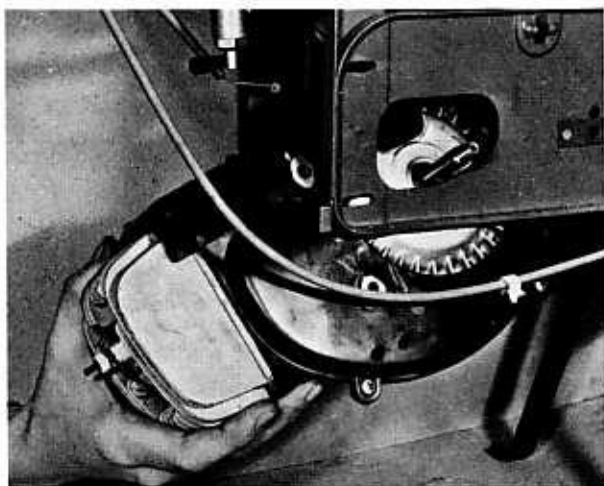

Bild 42
- Der Einbau erfolgt in umgekehrter Ausbaurihenfolge. Den Motor zwischen den beiden Trägern halten und den Kurbelwellenstumpf in die Rahmenöffnung an der linken Seite einführen (Bild 42). Die beiden langen vorderen Befestigungsschrauben einsetzen und die Muttern mit Unterlagscheiben vorläufig nur lose anziehen. Die hintere kurze Schraube einsetzen, aber noch nicht festziehen. Der kleine Hebel zum Verschieben des Motors beim Spannen des Keilriemens soll (falls vorhanden) ebenfalls jetzt eingesetzt werden.